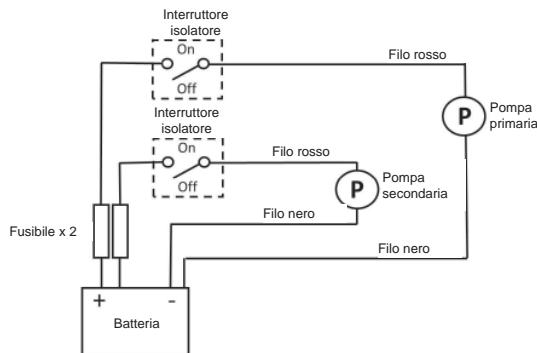

Figura 6 – Piano di cablaggio
9. Risoluzione dei problemi	Figura 6
Le informazioni sul cablaggio consigliato illustrate nella figura 6 sono fornite solo a titolo di guida. Per le informazioni complete, fare riferimento alle regolamentazioni ISO rilevanti per le applicazioni marittime e per i diametri dei fili, i connettori e la protezione con fusibili.